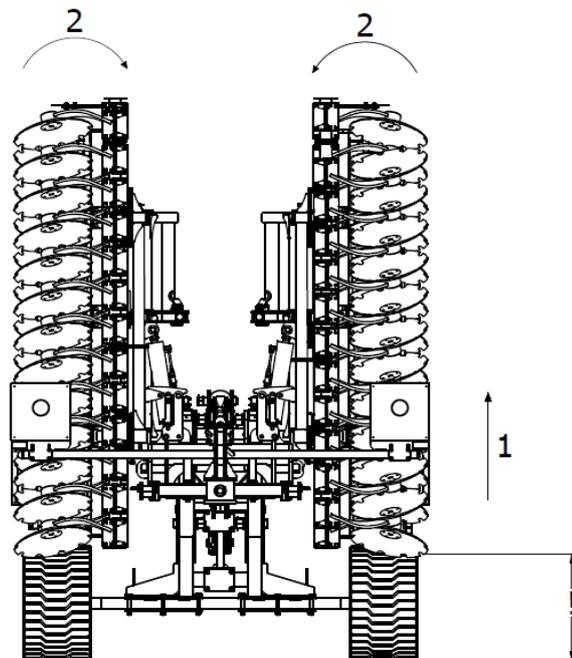

Abb. 6 Reihenfolge der Öffnung der Maschine: 1 - die Maschine bis zum Maximum anheben, 2 - die Flügel der Maschine in die „geschlossene“ Position klappen.
1. Zunächst muss die Maschine so weit wie möglich angehoben werden, damit sie korrekt zusammengeklappt werden kann und die Klapparme während der Bewegung nicht am Boden hängen bleiben (Abb. 6).
„geschlossene“ Position geklappt, um sicherzustellen, dass der Flügelverriegelungsmechanismus entriegelt wird und die Arme der Maschine zu einem späteren Zeitpunkt geöffnet werden können. Dieser Vorgang ist jedes Mal erforderlich, wenn die Arme geöffnet werden (Abb. 6).